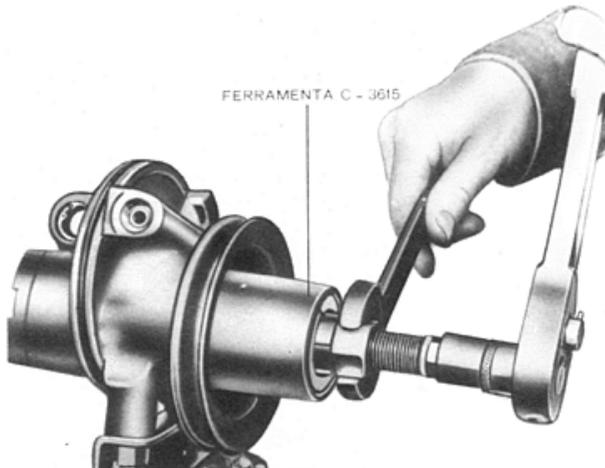

Fig. 3 — Remoção da polia da bomba
- Usando arruelas espaçadoras entre o suporte anterior da bomba e a bomba, montar o suporte anterior para que o mesmo sirva de dispositivo de fixação. Fixar a bomba numa morsa (fig. 3).